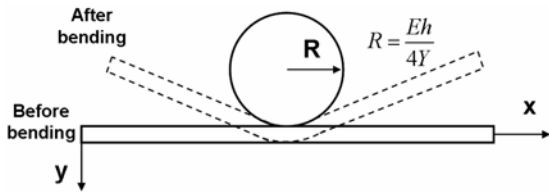
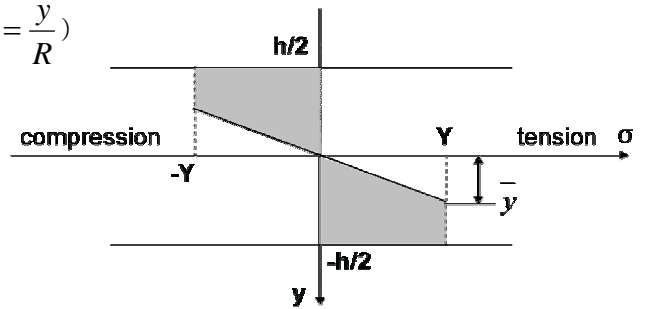

Fig.4-2
Fig.4-3
A. 원통형 다이를 사용하여 Fig.4-2 와 같이 굽힘 반경  $R$  ( $R = \frac{Eh}{4Y}$ , E: Elastic modulus, Y: Yield stress) 이 되도록 굽힘 moment를 가하여 beam을 구부렸을 때, beam의 중심 ( $y=0$ )에서 소성변형이 시작되는 지점까지의 거리( $\bar{y}$ )를 구하여라. 단, 굽힘 반경  $R$  만큼 굽혔을 때, beam의  $y$ 축 방향으로의 stress profile에는 Fig.4-3 과 같이 탄성 변형과 소성 변형 영역이 모두 존재한다고 가정한다.